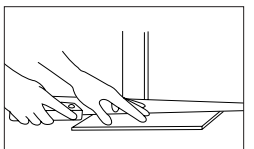

Figura 6
- Por lo menos en dos lugares, a menos de 18" (46 cm) desde la esquina, mida una distancia igual desde la pared inicial (Figura 6) – el ancho de la tabla inicial más 1" (2.5 cm) (No incluya la anchura de la lengua en esta medida). Marque estos puntos y pase un cordel entizado sobre ellos. Esta medida ofrece la expansión requerida de 3/4" (19 mm) y el ancho de la lengüeta. Continúe con el Paso 3: Engrampados, Encolados o Flotantes.